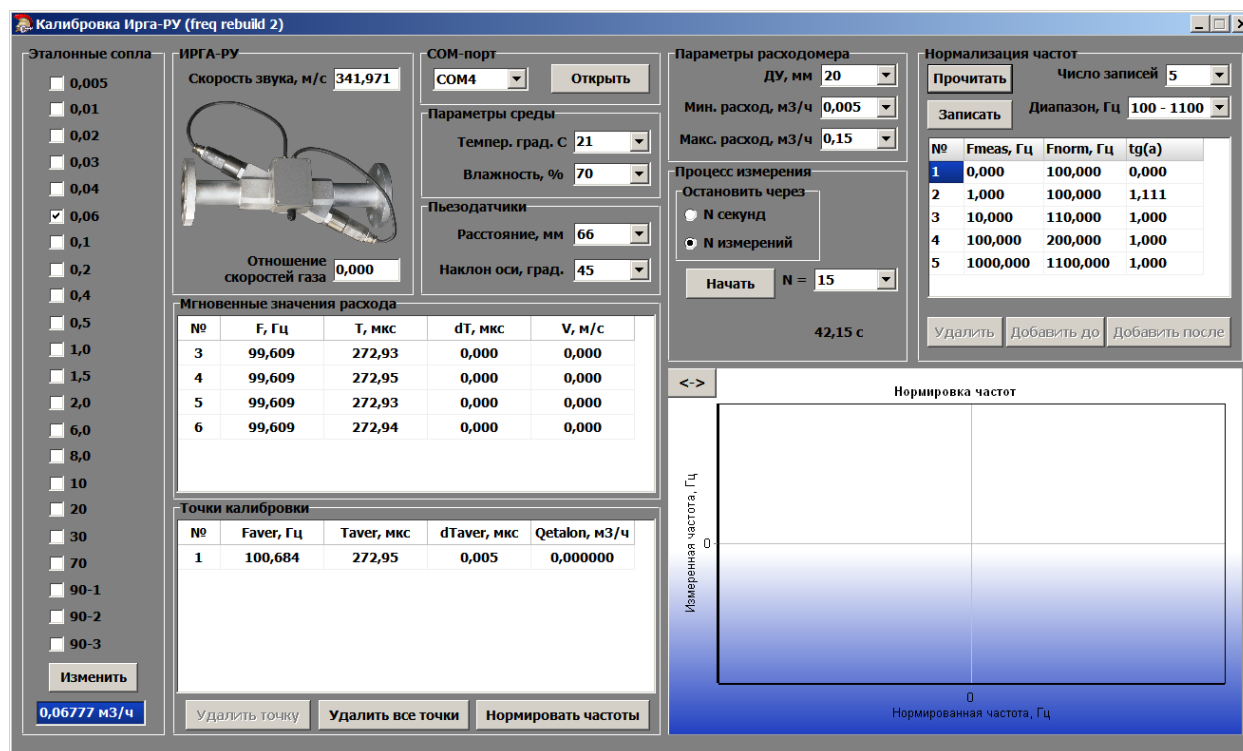

Рисунок 7 — Общий вид ПО «Калибровка Ирга-РУ»
3.2.7 Для диагностики отношения скорости газа по акустическому каналу к средней скорости газа в ультразвуковом преобразователе расхода и скорости распространения ультразвуковых импульсов при помощи программатора из комплекта поставки подключить ПК к разъёму «Программатор» Ирга-100 РУ и запустить от имени Администратора (для операционных систем семейства Windows) или с правами root (для операционных систем на базе ядра Linux) ПО «Калибровка Ирга-РУ» (см. рисунок 7).